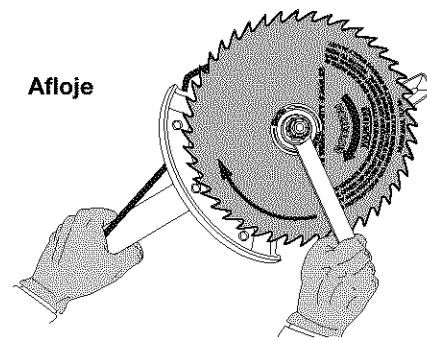

Fig. 10
2. Sostenga la varilla de cierre en su lugar junto al brazo de la unidad (Fig. 10).
3. Mientras sostiene la varilla de cierre, afloje la tuerca de la cuchilla girándola en sentido horario con una llave de casquillo o de boca cerrada de 5/8 de pulgada (Fig. 10).